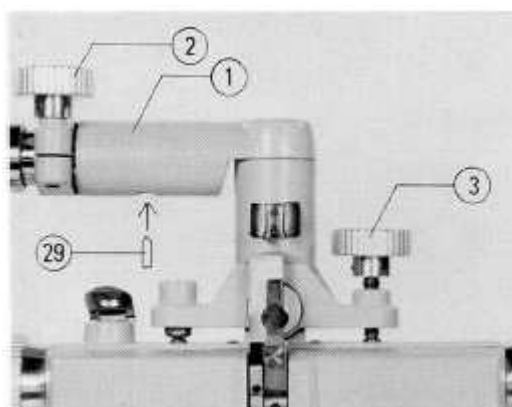
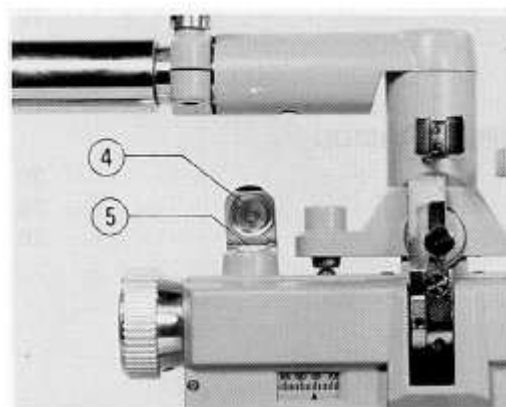

Рис. 3
Рис. 4
б) При использовании прибора, вставьте монтажную рейку в кронштейн (1). Выровняйте между собой просверленные отверстия рейки и нижней части кронштейна и потом зафиксируйте их, затянув ручку (2). Возьмите фиксирующий винт (29) (в коробке с аксессуарами) и закрутите его в отверстие снизу кронштейна (1) (Рис.3). Расположите отражатель под необходимым углом, двигая его вперёд и назад вокруг его оси, смотря на изображение спиртового уровня (5). Поворачивая ручку уровня (3) (рис.3), выставьте пузырёк в центр (рис.4). Теперь прибор расположен правильно. Весь прибор можно оборачивать вокруг вертикальной оси, держа его за линзовый корпус или за центральный шарнир.